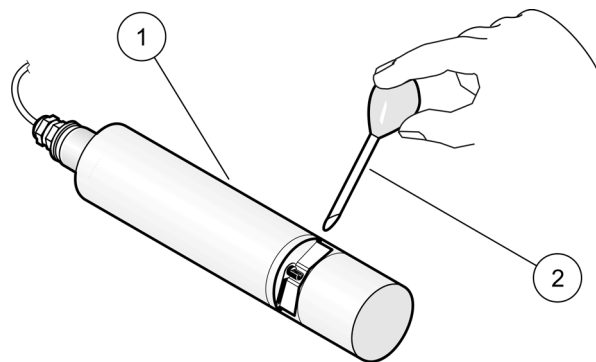

Figure 9 Vérification de l'étalonnage (version bassin)
9. **Version bassin** : retirez la sonde du bassin, rincez le trajet de mesure à l'eau et remplissez-le de solution étalon avec la pipette (voir la Figure 9, page 27).